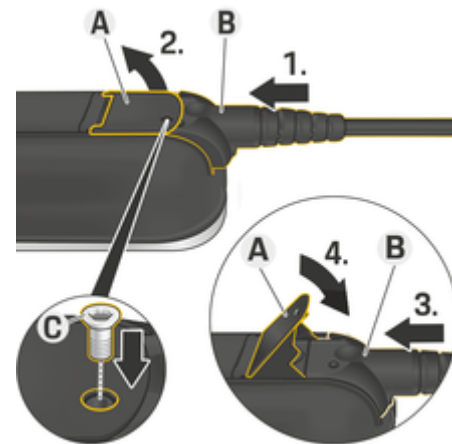

Рис. 148 Закріплення кабелю та фіксація штекера
- ✓ Кришка **A** (Рис. 148) закрита.
- 1. Вставте штекер **B** (Рис. 148) до першого упору в панель керування.
- 2. Підніміть кришку **A** (Рис. 148).
- 3. Повністю вставте штекер **B** (Рис. 148).
- 4. Закрийте кришку **A** (Рис. 148).
- 5. Прикрутіть штекер **B** (Рис. 148) за допомогою гвинта **C** (Рис. 148) до панелі керування.